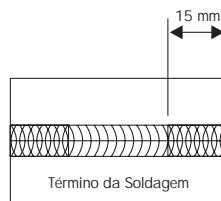

Fig. 4
- No final da soldagem, não se deve retirar o eletrodo e parar a operação, mas deve-se retornar no sentido inverso de soldagem até alguns milímetros antes e então retirar o eletrodo o mais lentamente possível (fig. 4).